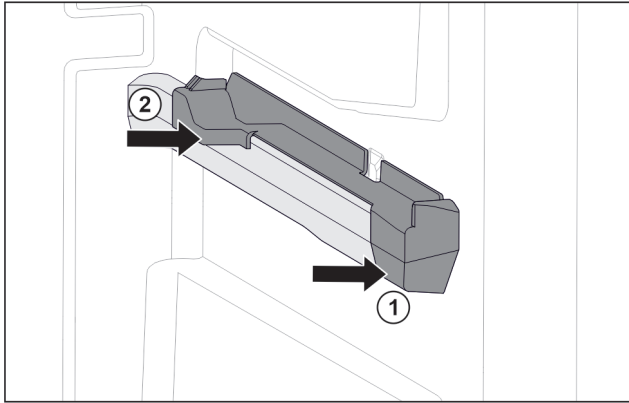

Fig. 70 Nasazovací díl na pravém žebrování na nádobu
- ▶ Nasadte nasazovací díl na žebrování na nádobu. *Fig. 70 (1)*
- ▶ Přitlačte nasazovací díl k zadní části. *Fig. 70 (2)*